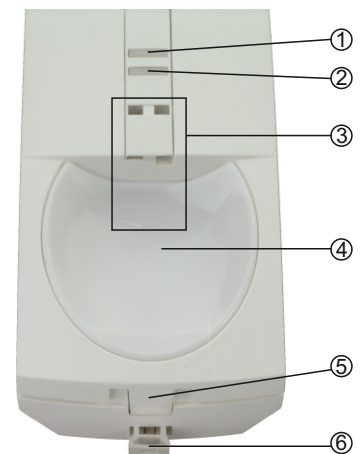

Рис. 2
- ① При необходимости вскрыть пломбу маленькой отверткой или другим аналогичным предметом и вытащить ее вниз.
- ② Слегка нажать на замок крышки (снизу в середине корпуса, см. рис. 2-⑤).
- ③ Откинуть крышку корпуса
- ④ Крышку корпуса стянуть вниз